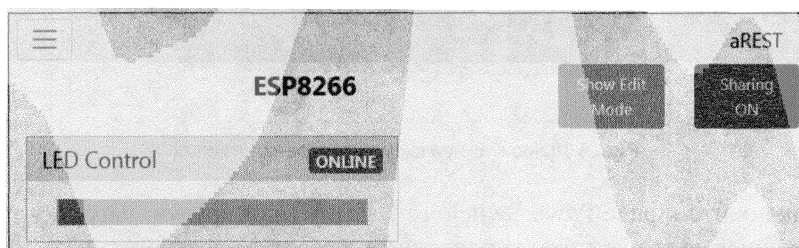

Рис. 4.8. Новый элемент на приборной панели aREST
5. Нажмите оранжевую кнопку **Hide Edit Mode**, и ваша приборная панель примет вид, как показано на рис. 4.8.